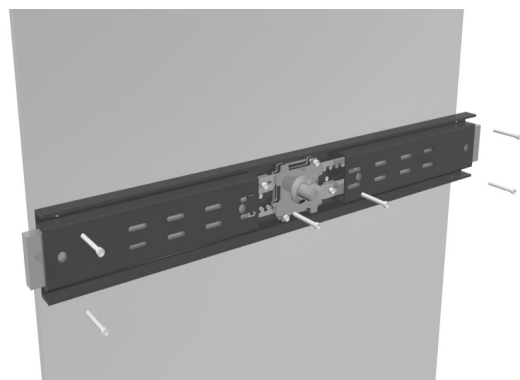

Abb. 13
3. Schlosskörper auf dem Türblatt mit Holzschrauben fixieren (6x Ø5,5 x 32mm, Abb. 13).